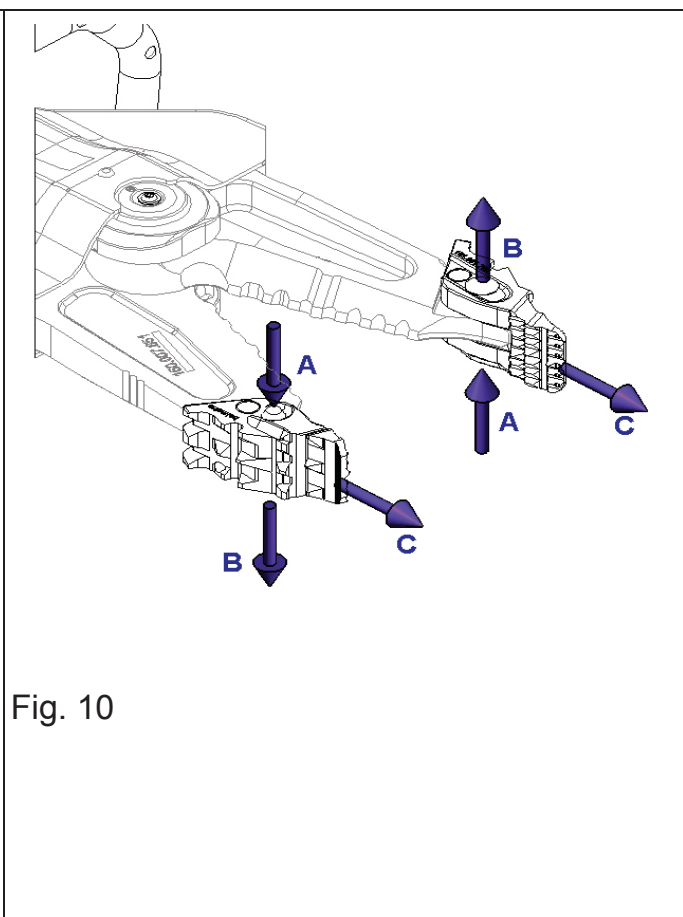

Fig. 10
- 检查销子在完全推入时是否锁止。(如 Fig. 10 所示)